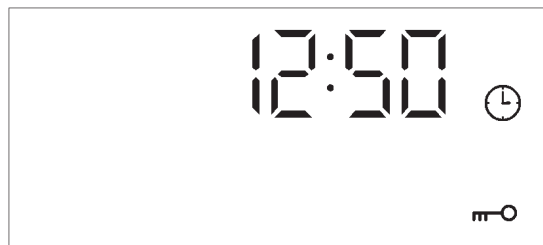
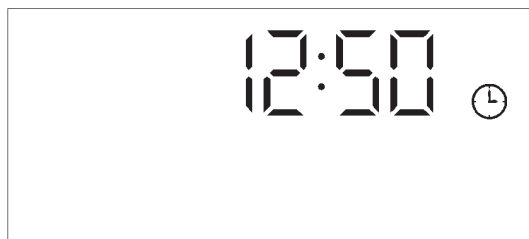

Fig. 8 : Écran lors du verrouillage de la porte en mode de veille
Fig. 9 : Écran lors du déverrouillage de la porte en mode de veille
Affichage de la fonction de verrouillage de la porte : Une fois le processus d'auto-nettoyage terminé, le four entre en mode de veille. Lorsque la température de la cavité dépasse les 300 °C, l'icône de verrouillage de la porte «  » s'affiche à l'écran (reportez-vous à la Fig. 8 pour un exemple). Le verrouillage de la porte se désactive automatiquement lorsque la température dans la cavité est inférieure à 280 °C et l'icône de verrouillage de la porte «  » s'éteint alors sur l'écran. (Reportez-vous à la Fig. 9 pour un exemple.)
- Lorsque le four est en mode de veille, et en cas de court-circuit ou d'ouverture du circuit au niveau du capteur de température, le verrouillage de la porte sera activé et le ventilateur de refroidissement continuera de fonctionner. Vous trouverez un exemple de l'écran sur la Fig. 8.